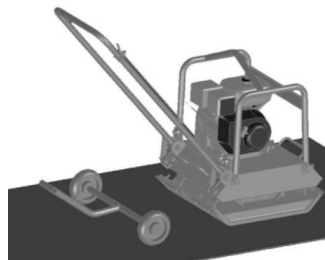

fig. 8
1. Placez la trousse de roue derrière le compacteur (fig. 8).